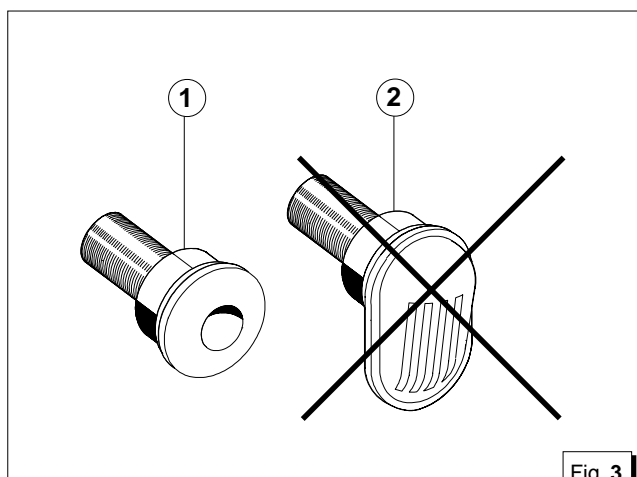

Fig. 3
Sulle imbarcazioni i sistemi normalmente adottati per l'immissione dell'acqua sono due (fig. 3).
Boats usually use one of two systems to collect water (fig. 3):
Les systèmèes normalement adoptès sur les embarcations pour l'introduction de l'eau sont au nombre de deux (figure 3):
La MASE raccomanda il sistema a presa diretta rif. 1 fig. 3 in quanto questo sistema previene l'ingresso di acqua in pressione nei condotti di aspirazione, generando invece una depressione facilmente superabile dalla prevalenza della pompa acqua del gruppo elettrogeno.
MASE recommend the direct infeed system ref. 1 fig. 3 since this system prevents water under pressure entering the suction ducts and instead forms a pressure which can easily be overcome by the water pump of the electric generator.
MASE recommande le système à prise directe ref. 1 figure 3 car ce système prévient l'entrée de l'eau sous pression dans les conduites d'aspiration et engendre, au contraire, une dépression qui peut facilement être corrigée par la hauteur d'élévation de la pompe à eau du groupe électrogène.